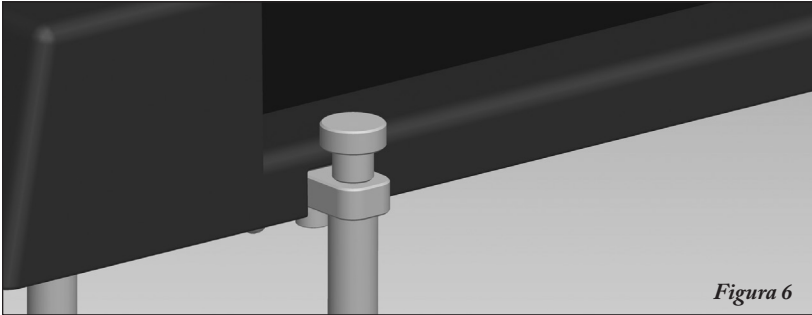

Figura 6
6. Posizionare la seconda unità sopra la prima impostando le basi di supporto dell'unità sulla sommità delle aste di impilamento. Fissare con le viti in dotazione (Figura-6).